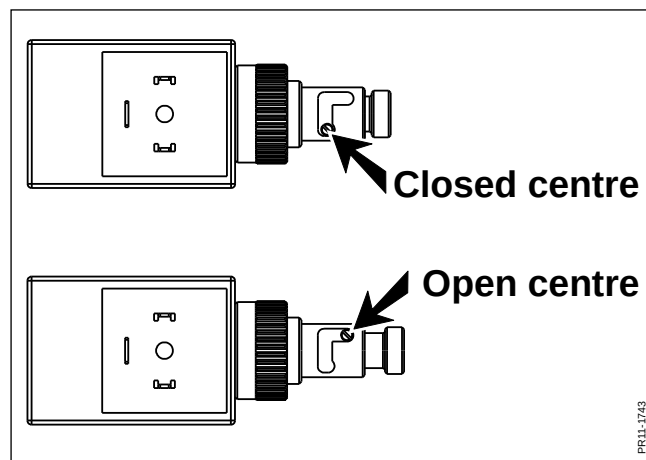

Fig. 3-1
**Fig. 3-1** Der skelnes mellem to typer af traktorhydrauliksystemer, nemlig 'åbent center hydraulik' (også kaldet 'fast pumpe') og 'lukket center hydraulik' (også kaldet 'variabel pumpe').